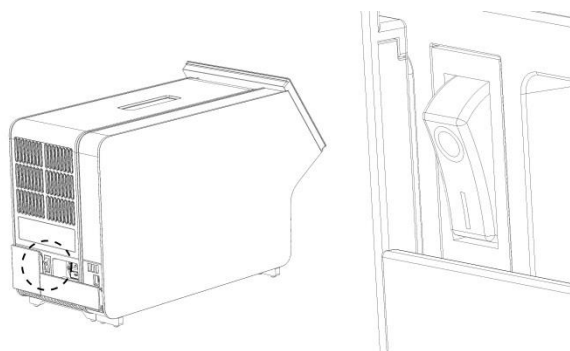

Figura 8. Localização do interruptor de alimentação e colocação na posição "I".
9. Ligue a alimentação do instrumento premindo o interruptor de alimentação na parte traseira do módulo analítico para a posição "I" (Figura 8). Confirme se os indicadores de estado do módulo analítico e do módulo operacional apresentam uma cor azul.